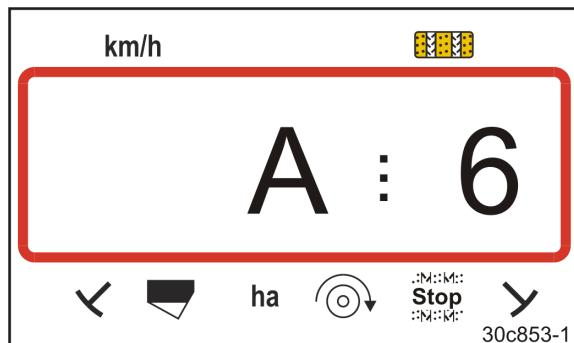

Рис. 47
- появляется индикация (Рис. 47);